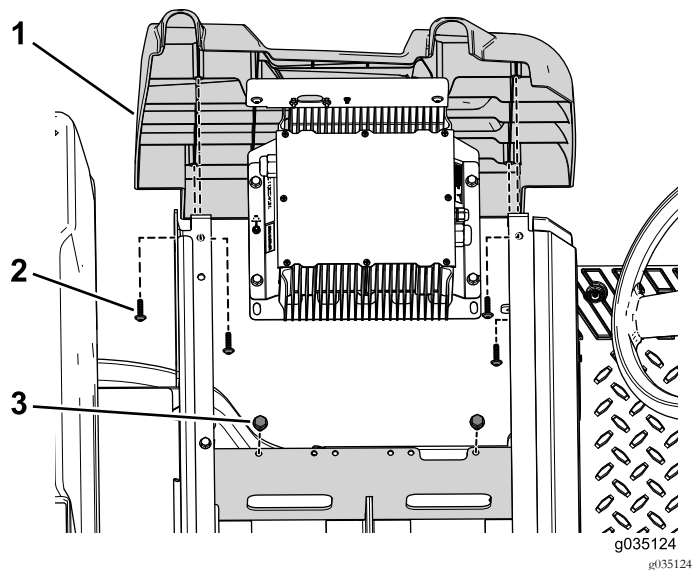

Figura 56
4. Retire los 2 pernos que sujetan el soporte del cargador a la bandeja de las baterías (Figura 56).
5. Retire los 4 tornillos autorroscantes que sujetan la cubierta del lado izquierdo a la máquina (Figura 56).